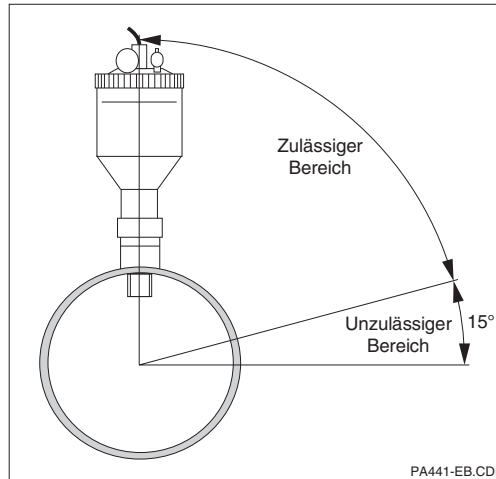

Bild 3.3 Zulässige Einbaulagen für CPA 441
- Zulässig sind Einbaulagen, bei denen die Mittelachse der Armatur eine Schräglage von 15° zur Waagrechten nicht unterschreitet (siehe Bild 3.3). Dabei ist darauf zu achten, daß die Elektrode mit dem Meßmedium Kontakt hat. Bei schrägem Einbau muß die Veränderung des nutzbaren Elektrolytvolumens beachtet werden (siehe Kapitel 3.5).